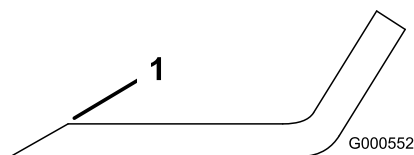

Figure 78
1. Au moyen d'une lime, aiguissez les tranchants aux deux extrémités de la lame (Figure 78).
**Remarque:** Si la lame est déséquilibrée, limez un peu l'extrémité de l'aillette seulement (Figure 78).